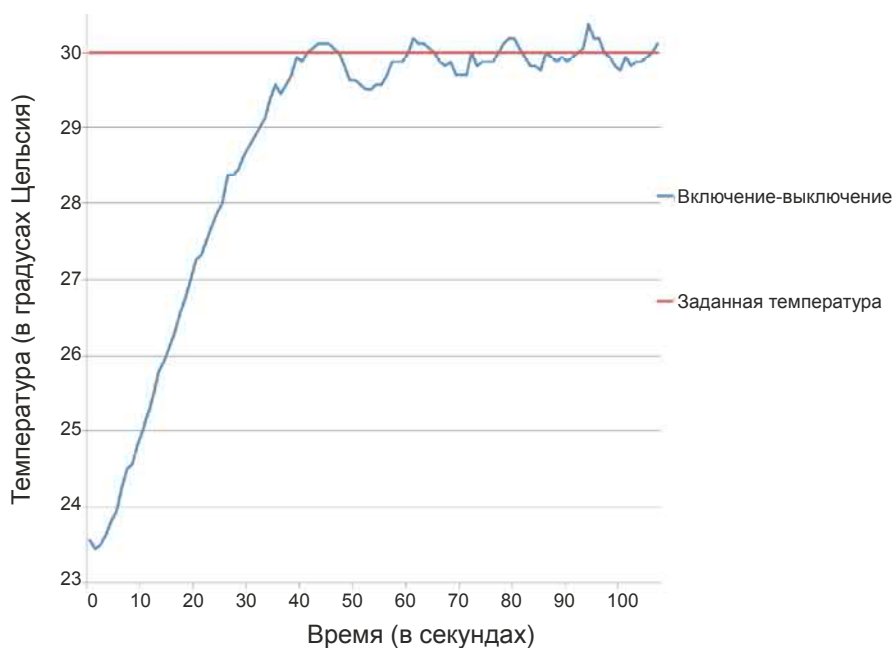

Рис. 12.6. Построение графика температуры простого термостата, работающего на основе включения/выключения
Получилось! Вы создали термостат, и он вполне может пригодиться для решения многих задач. Но не трудно заметить, что температура «рыскает» вокруг заданного значения в 30 градусов. Размах этого рысканья можно увидеть, скопировав фрагмент данных, вставив его в файл, используя текстовый редактор, и задав для имени файла расширение csv. Затем этот файл можно импортировать в удобную для вас программу электронной таблицы и создать из данных файла график, получив в результате изображение, один из вариантов которого показан на рис. 12.6.
Выключение нагревателя в тот момент, когда температурный датчик показывает, что нагреватель горячее заданной температуры, и его включение, когда он холоднее ее, приводит к созданию системы, где температура «рыскает» вокруг заданного значения (см. рис. 12.6).
*Пропорциональное управление* означает, что подаваемая на нагреватель мощность пропорциональна рассогласованию. Чем больше рассогласование, т. е. чем ниже фактическая температура от заданной, тем больше мощности подается на нагреватель. Как только фактическая температура близко подходит к заданной, мощность снижается, и получается, что фактическая температура не настолько сильно превышает заданную, как показано на рис. 12.6. В зависимости от системы, она, скорее всего, все же превысит заданную, но совсем не настолько, как это происходит при простом управлении на основе включения/выключения. Этот процесс отчасти напоминает приближение на машине к знаку СТОП — подъезжая к нему, вы начинаете тормозить заранее, а не непосредственно у самого знака.